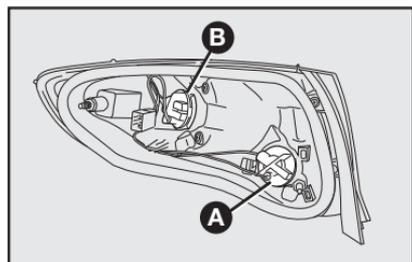

fig. 50
**A-fig. 50:** Luz de giro trasera.
**B-fig. 50:** Luz de posición trasera/luz de freno.
1) Para sustituir la lámpara de la luz de giro, gire en sentido antihorario la tapa portalámpara **A-fig. 50**, empuje un poco la lámpara y gírela en sentido antihorario. Enseguida, sustituya la lámpara y recolque la tapa portalámpara, girándola en sentido horario.
2) Para sustituir la lámpara de la luz de posición/freno, gire en sentido antihorario la tapa portalámpara **B-fig. 50**, empuje un poco la lámpara y gírela en sentido antihorario. Enseguida, sustituya la lámpara y recolque la tapa portalámpara, girándola en sentido horario.